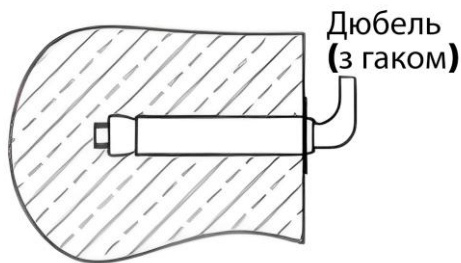

Рисунок 2. Встановлення електричного водонагрівача
- Вибравши відповідне місце, визначте положення двох отворів для розпірних болтів з гачком. Зробіть два отвори в стіні відповідної глибини і розміру, які відповідають розпірним болтам, що додаються до водонагрівача. Вставте гвинти, поверніть гачок вгору, затягніть гайки для міцної фіксації, а потім повісьте на нього електричний водонагрівач (див. рис.2).